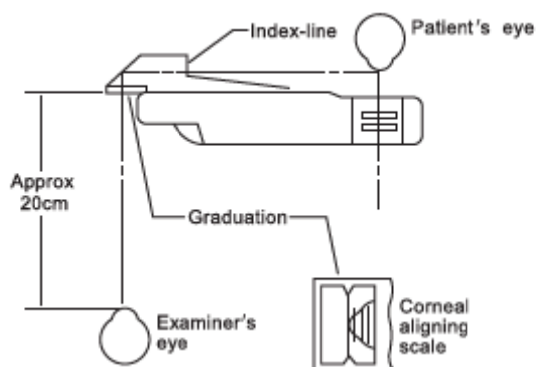

Figure 25
Tourner le bouton de l'appui-front ⑨ pour régler la position de l'appui-front ②⑨. Après avoir placé le front du patient étroitement sur l'appui-front ②⑨, regardez à travers l'ouverture d'alignement cornéen ⑩ à environ 20 cm de distance. Regardez l'apex de la cornée du patient (Fig.25) après l'acmé du pointeur de l'ouverture d'examen de l'ouverture d'alignement de la cornée ⑩ s'aligne sur la ligne la plus longue de l'échelle. La ligne plus longue dans l'ouverture signifie que la distance de mesure est de 13.75 mm, ce qui est la distance de port de lunettes standard. Trois lignes plus courtes sont fournies à une distance égale de 2 mm de la ligne la plus longue. Si l'apex de la cornée du sujet testé est positionné sur la deuxième ligne la plus courte à partir de la ligne la plus longue, la puissance de la lentille doit être la valeur mesurée lorsque les lunettes sont placées à